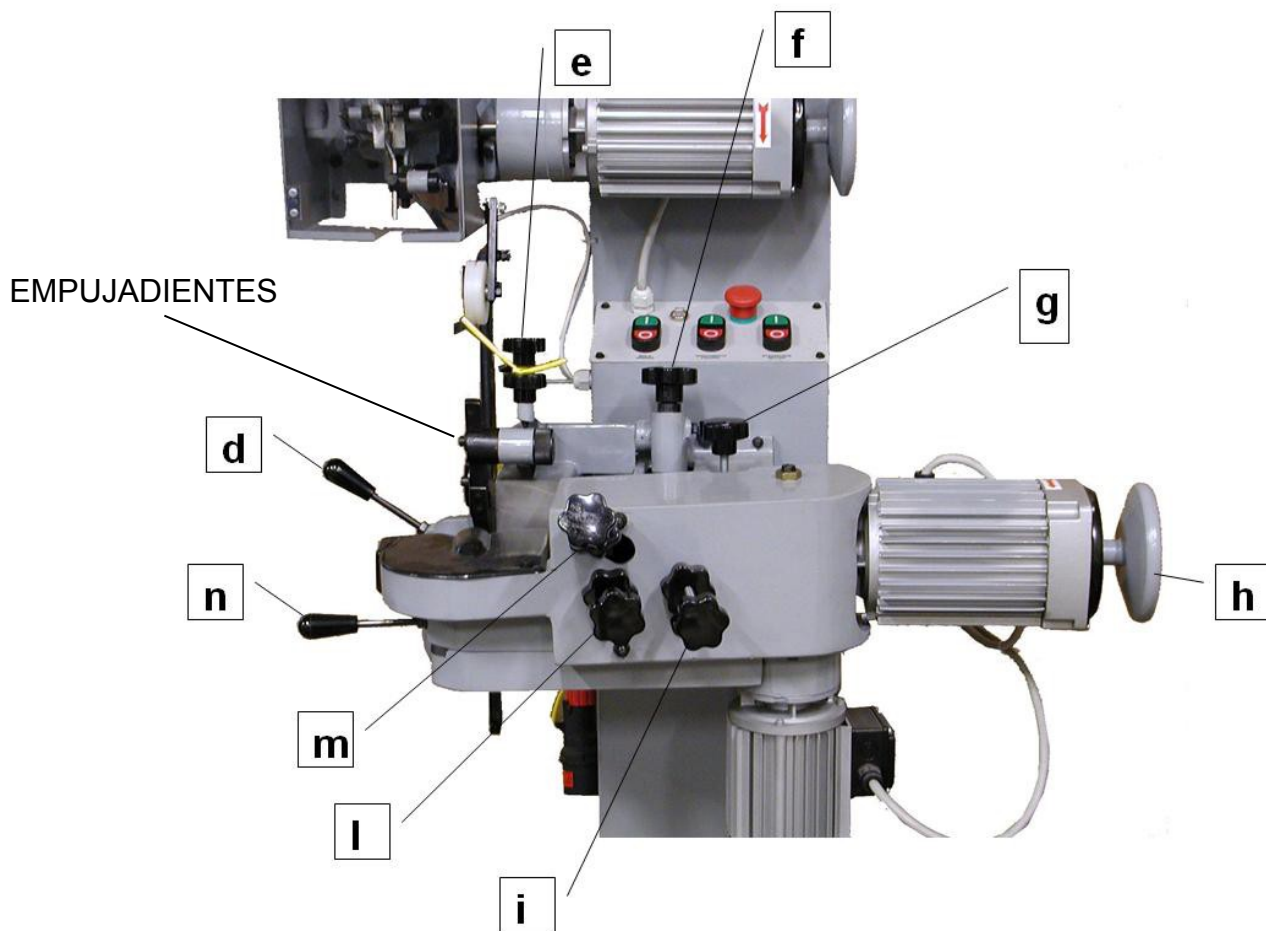
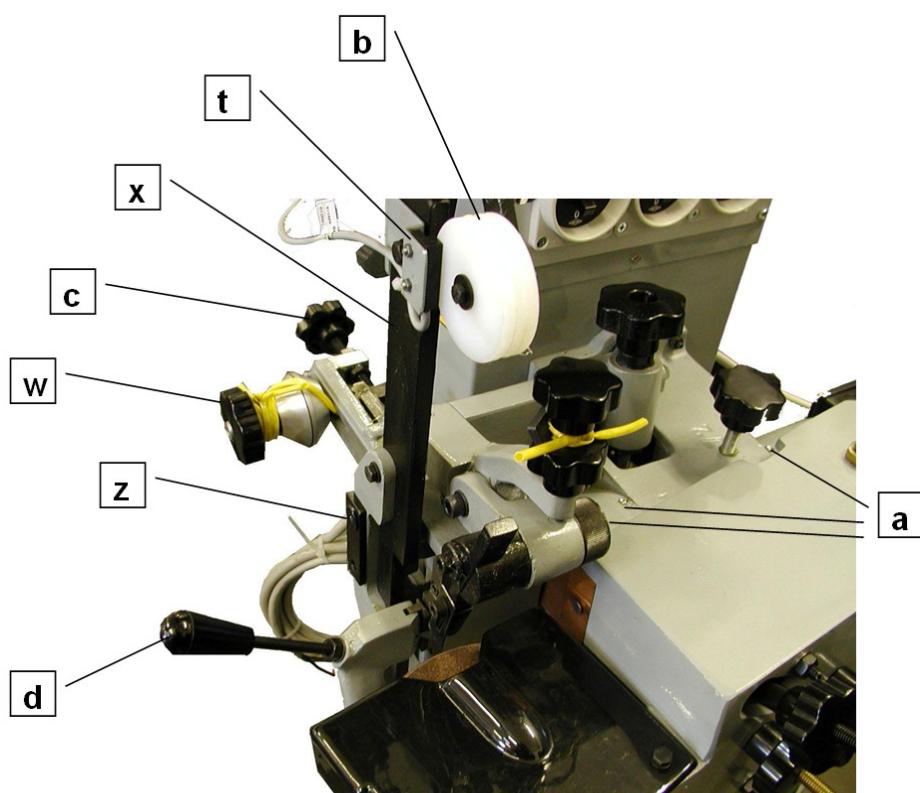

fig. 22
fig. 23
- Abrir la guía-cuchilla mediante el botón **c** (fig. 23), y la morsa mediante la palanca **d** (fig. 23). Atornillar el botón **l** (fig. 22, p.16) de manera que el grupo muela se aleje de la cinta de sierra.
- Introducir la cinta de sierra en la guía-cuchilla y cerrar la morsa mediante la palanca **d** (fig. 23). Girar el botón **c** (fig. 23) de manera que la garganta de los dientes sobresalga aproximadamente de 2 mm del apoyo lateral fijo de la morsa.
- Mediante el botón **g** (fig. 22, pag. 16) desbloquear el grupo muela (atención: sostener a mano todo el grupo muela) y ajustar la inclinación según el ángulo de corte de la cinta de sierra.
- Girar el volante **h** (fig. 22, p. 16): el empujante empuja la hoja causando su avance. Ajustar el avance de la hoja mediante el tornillo de ajuste del paso del diente **f** (fig. 22, page 16).
- Aflojar el botón **l** (fig. 22, p. 16): durante el movimiento imprimido al volante, el grupo muela avanza hacia el filo cortante de la hoja. Comprobar que la muela no choque contra el diente: si eso ocurre , volver al punto antecedente y ajustar el paso de avance incrementándolo.
- Ajustar la carrera del grupo muela mediante el botón **i** (fig. 22, p. 16) para afilar el filo cortante hasta el fondo de la garganta del diente. Mediante el tornillo de ajuste del paso **e** (fig. 22, p. 16) poner la muela en contacto con el filo cortante (evitar una excesiva remoción).
- Ajustar la salida de la muela mediante el botón **m** (fig. 22, p. 16). Esta operación ajusta también el afilado del lado trasero del diente. En efecto, al retardar la salida de la muela, se permite a la misma de esmerilar el lado trasero del filo cortante mientras que el empujadiente causa su avance hacia abajo.
- El botón **i** (fig. 22, p. 16) tiene que estar generalmente completamente aflojado. Pero si se está utilizando una cinta con diente con espacio hay que girar este botón para aumentar el tiempo de permanencia de la muela dentro de la garganta del diente: eso permite esmerilar también la porción recta de la garganta.
Aplicar el imán suministrado con la máquina sobre el borde de la cinta ya afilada. Al pasar por delante del sensor t (fig. 23, p. 17) la máquina se detendrá automáticamente.
En el caso de hojas con diámetro < 150 mm hay que utilizar el distanciador **z** (fig. 23, p. 17). Aflojar el soporte **w**, conectar el distanciador **z** sobre el borde derecho de la guía vuelto hacia derecha, conectar el grupo soporte **w** con el distanciador.
- Colocar la hoja circular sobre el soporte **w** (fig. 23, p. 17): aflojar el botón del soporte y colocar la hoja entre los dos presionadores cónicos. El grupo soporte puede deslizarse sobre la guía, permitiendo afilar hojas con diferentes diámetros. Cuando la hoja está colocada correctamente, cerrar el botón del grupo **w**.
- Mediante el botón **g** (fig. 22, p. 16) desbloquear el grupo muela (atención: sostener a mano todo el grupo muela) y ajustar la inclinación según el ángulo de corte de la hoja circular.
- Girar el volante **h** (fig. 22, p. 16): el empujante empuja la hoja causando su avance. Ajustar el avance de la hoja mediante el tornillo de ajuste del paso del diente **f** (fig. 10, p. 13).
- Aflojar el botón **l** (fig. 22, p. 16): durante el movimiento empujado al volante, el grupo muela avanza hacia el filo cortante de la hoja. Comprobar que la muela no choque contra el diente: si eso ocurre, volver al punto anterior y ajustar el paso de avance incrementándolo.
- Ajustar la carrera del grupo muela mediante el botón **l** (fig. 22, p. 16) para afilar el filo cortante hasta el fondo de la garganta del diente. Mediante el tornillo de ajuste del paso **e** (fig. 22, p. 16) poner la muela en contacto con el filo cortante (evitar una excesiva remoción).
- Ajustar la salida de la muela mediante el botón **m** (fig. 22, p. 16). Esta operación ajusta también el afilado del lado trasero del diente. En efecto, al retardar la salida de la muela, se permite a la misma de perfilar el lado trasero del filo cortante mientras que el empujamiento causa su avance hacia abajo.
- El botón **i** (fig. 22, p. 16) tiene que estar generalmente completamente aflojado. Pero si se está utilizando una cinta con diente con espacio hay que girar este botón para aumentar el tiempo de permanencia de la muela dentro de la garganta del diente: eso permite perfilar también la porción recta de la garganta.
Ahora la máquina está lista para efectuar el ciclo de manera automática y continua. Aplicar el imán suministrado con la máquina sobre el borde de la cinta ya afilada. Al pasar por delante del sensor t (fig. 23, p. 17) la máquina se detendrá automáticamente.